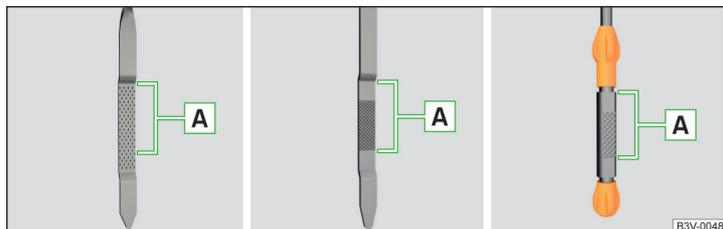

Abb. 154 Prinzipdarstellung: Ölmesstab
**Ölmesstab** » Abb. 154
- Der Ölstand darf keinesfalls oberhalb oder unterhalb des Bereichs **A** » Abb. 154 liegen - es besteht die Beschädigungsgefahr des Motors sowie der Abgasanlage.